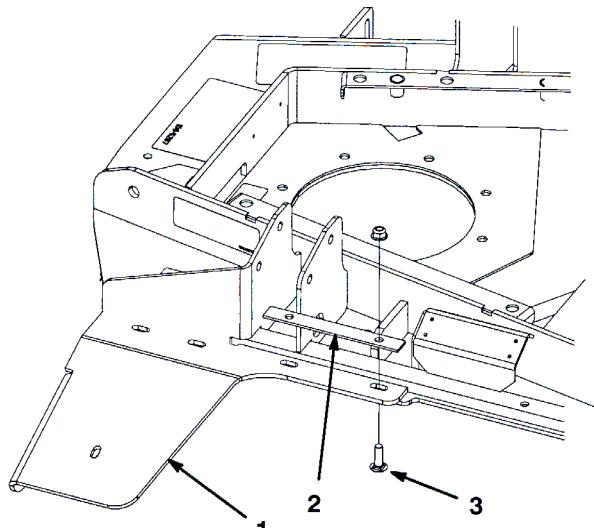

図1
- ゴム製デフレクタを、カッティングユニットの左後角に、ホールド・ダウンと共に取り付ける (5/16 x 1" キヤリッジ・ボルトとフランジ・ナット各 2 を使用)。デフレクタの位置は図1を参照。